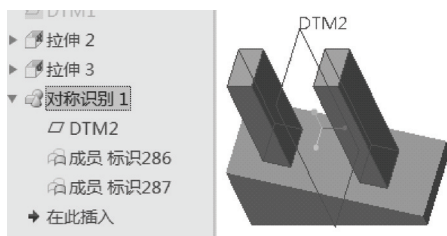

图 8-67 “类似”的对称识别特征
- 5) 在“对称识别”选项卡单击 （完成）按钮，从而完成创建对称识别特征。该“类似”的对称识别特征包含的几何如图 8-67 所示，即此特征包括一个对称平面、两个种子曲面以及连接到这些曲面的几何。注意对称识别特征在模型树中的显示（生成一个“对称识别”组）。如果在本例的步骤 4) 中选择“相同”选项，那么完成的对称识别特征包括两个种子曲面和一个对称平面，而不包括连接到种子曲面的曲面。